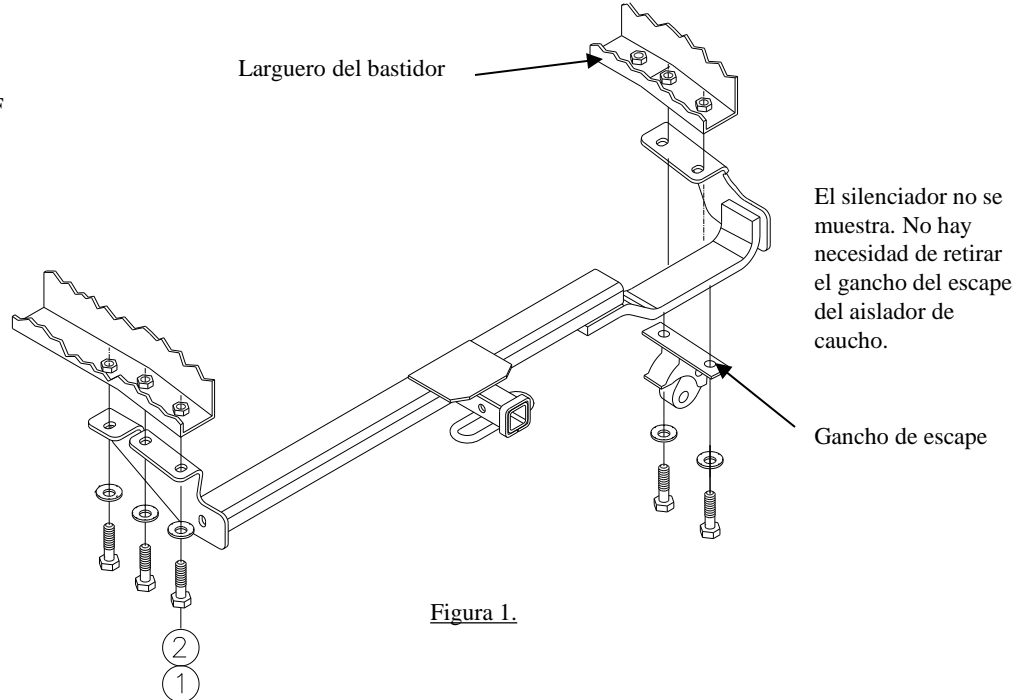

Figura 1.
①	Cant. (5)	Perno hexagonal M10 x 1.25 CL8.8	②	Cant. (5)	Arandelas cónicas 3/8
3. Levante el enganche a su posición e instale (5) pernos de 10mm y arandelas cónicas dentadas como se muestra en la Figura 1. Instale los pernos y las arandelas cónicas dentadas a través del soporte del gancho de escape y el soporte del enganche en el larguero del bastidor del costado del pasajero como se muestra en la Figura 1.